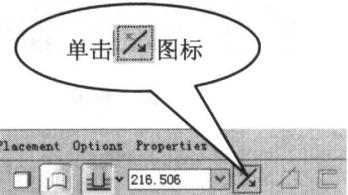

图 1-17
- (13) 如果需要在基准平面的另一侧来创建拉伸曲面，可以在操控面板中单击  图标，如图 1-17 所示。